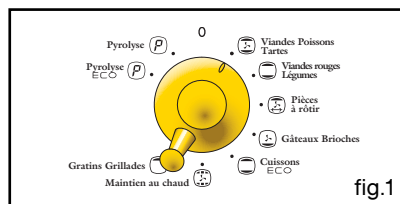

fig.1
- Tournez le sélecteur de fonctions sur la position de votre choix (fig.1).